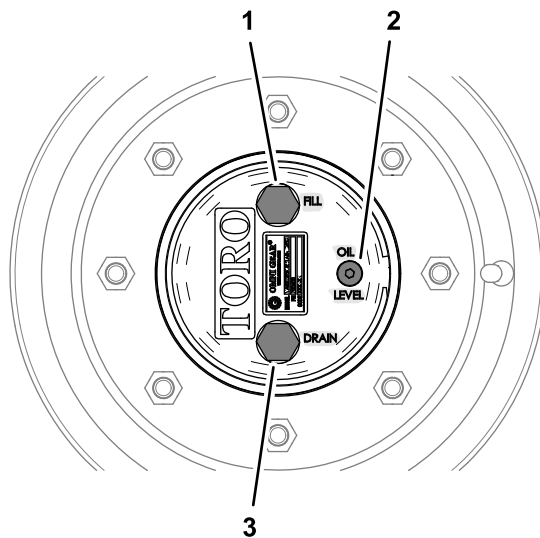

Figura 83
1. Con la máquina en una superficie nivelada, coloque una rueda de modo que el tapón de llenado se encuentre en la posición más alta (de las 12) y el tapón de vaciado en la posición más baja (de las 6) (Figura 83).
1. Con la máquina en una superficie nivelada, coloque una rueda de modo que el tapón de llenado se encuentre en la posición más alta (de las 12) y el tapón de vaciado en la posición más baja (de las 6); consulte la Figura 83 en Comprobación del lubricante de la transmisión planetaria (página 68).